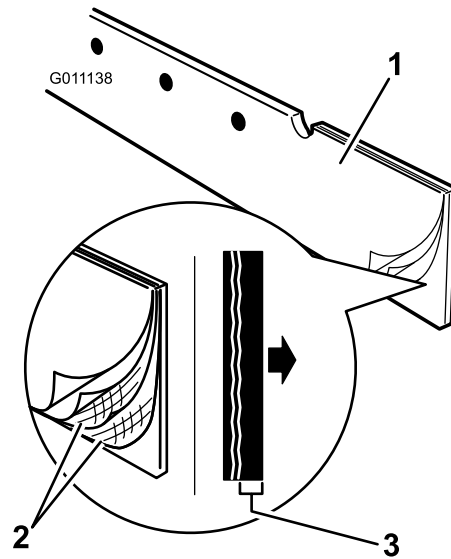

**Bild 4**
4. Befestigen Sie die Halterung mit zwei selbstschneidenden Schrauben an den Löchern (Bild 4).
5. Setzen Sie sieben Geschwindigkeitsmuttern in die offenen Löcher in der Halterung ein (Bild 4).